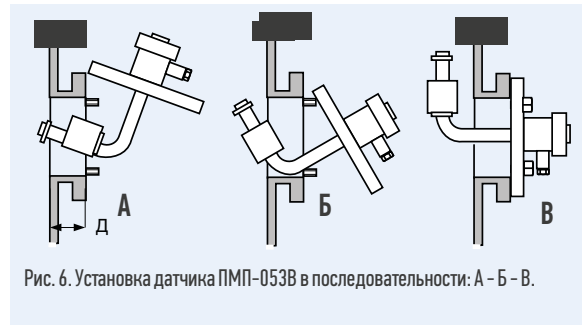
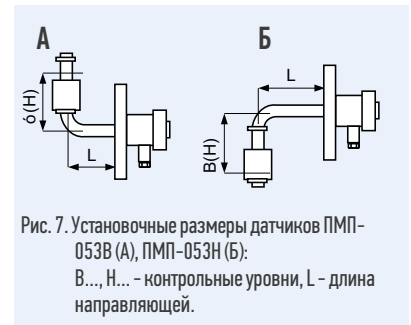

Рис. 6. Установка датчика ПМП-053В в последовательности: А - Б - В.
Рис. 7. Установочные размеры датчиков ПМП-053В (А), ПМП-053Н (Б): В..., Н... - контрольные уровни, L - длина направляющей.
2) монтаж датчика (см. рисунок 6) ограничивается высотой х ответного фланца (патрубка с фланцем). Максимально допустимое значение х определяется диаметром поплавка, установочными размерами L, Н, В (см. рисунок 7) и внутренним диаметром фланца (патрубка).